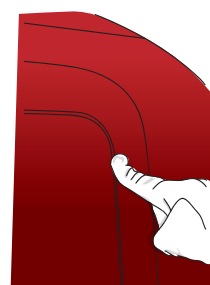

Figure 07
- Mettre le gant et appliquer les parties légèrement en relief. (FIG. 07)